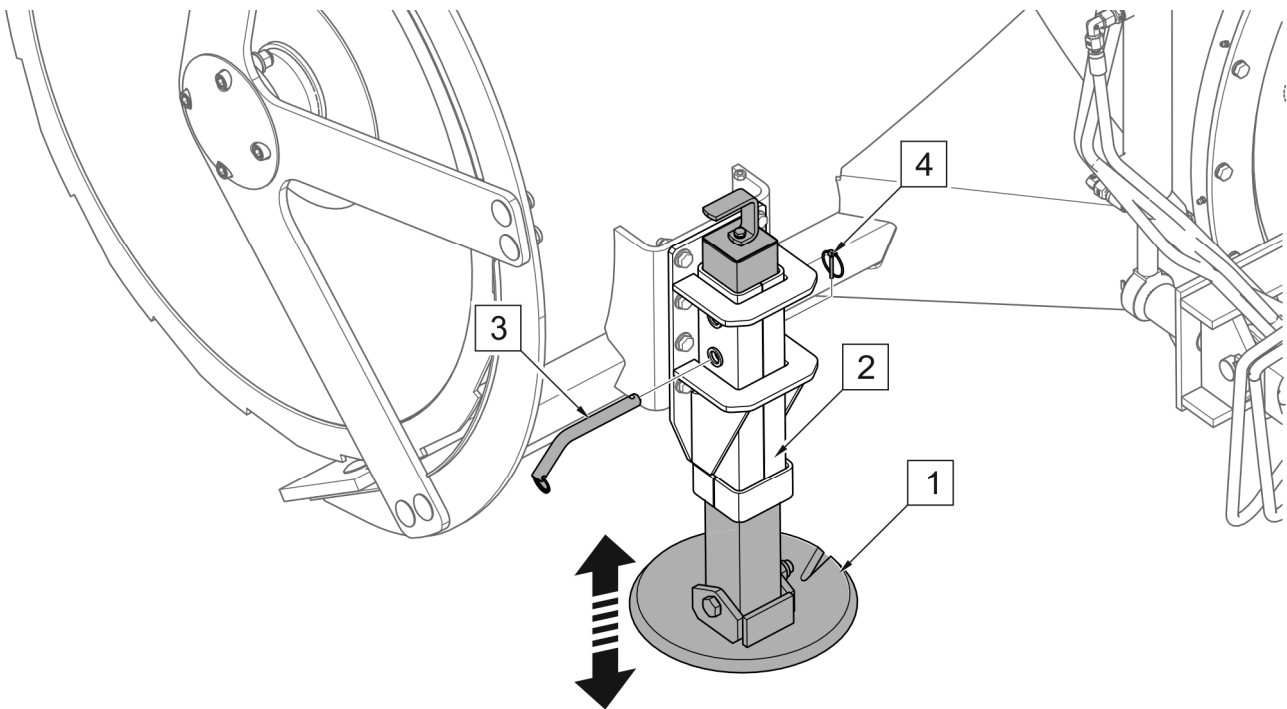

РИСУНОК 4.12 Регулировка рабочей высоты снегоочистителя, оснащенного скользунами
(1) - скользун; (2) - направляющая скользуна; (3) - штифт; (4) - предохранительный шплинт
На снегоочистителе, оборудованном скользунами (РИСУНОК 4.12), рабочая высота регулируется путем разблокировки шплинта (4) и выдвижения или втягивания скользун (1), установленных в направляющей (2). Положение скользун возможно регулировать каждые 7 мм с помощью одного из трёх отверстий в направляющей. После установки высоты зафиксируйте скользун штифтом (3) и предохранительным шплинтом (4).